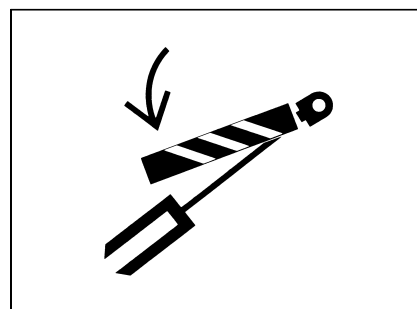

Рис. 1-36
- При необходимости работы под машиной следует правильно поднять оборудование или агрегаты, не опираясь на гидравлические цилиндры. Если управляющий механизм перемещается или гидравлический трубопровод течет, то агрегаты падают и это вызывает поражение. (рис. 1-36)